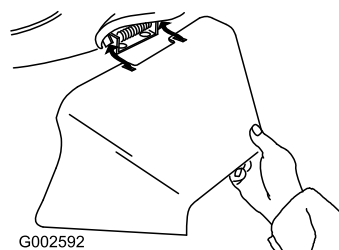

Figura 33
3. Instale el conducto de descarga lateral y cierre la puerta sobre el conducto (Figura 33).